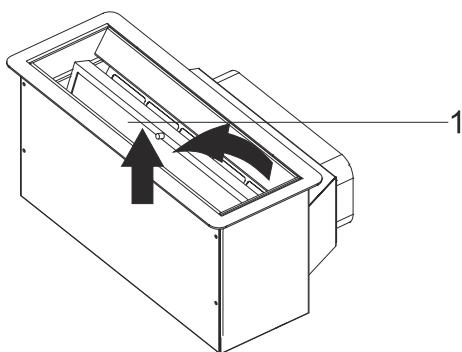

Abb. 22: Entfernung der Metallfettfilter
3. ➔ Legen Sie den Metallfettfilter nach vorne und entnehmen Sie es (Abb. 22).